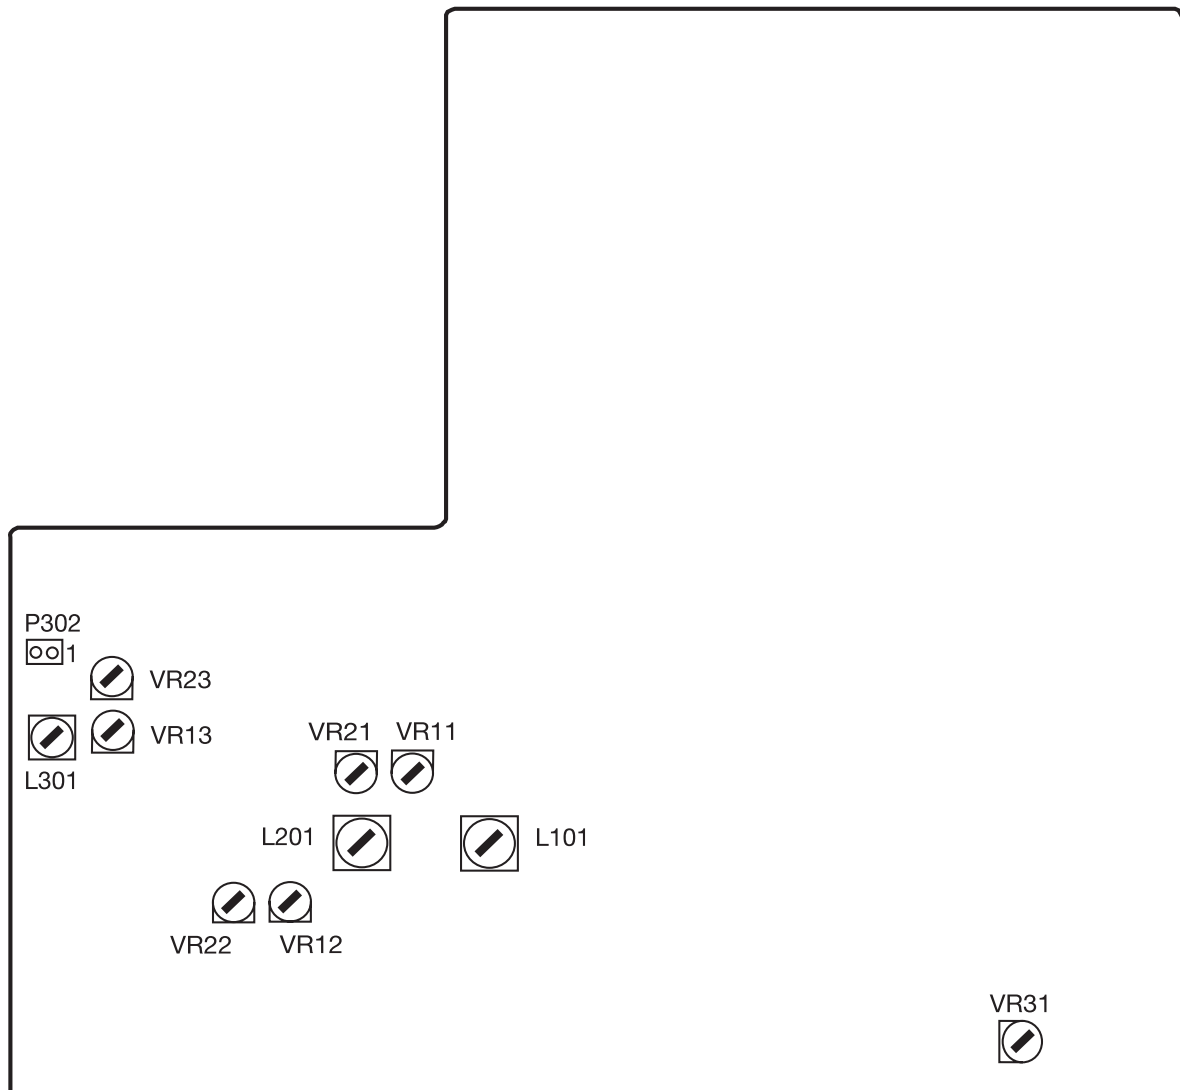

Fig. 4-2 Adjustment and check location
3. Adjust the variable resistor VR31 on the MAIN PCB (Fig.4-2).
3. 周波数値が3000Hz \pm 10Hz になるようにMAIN PCB のVR31 (Fig. 4-2) を調整する。